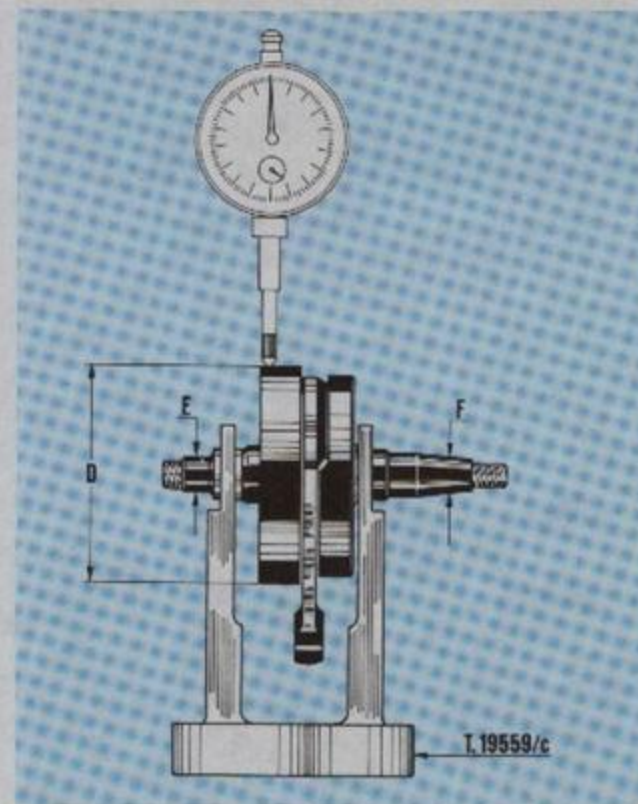

Fig. 77
**Fig. 77. Control alineación cigüeñal:** Con oportuno utillaje (ver fig.) controlar que las excentricidades de las superficies de los  $\varnothing$  «E» y «F» estén comprendidas entre 0,03 mm. (límite máximo de la lectura sobre el reloj comparador); controlar también la excentricidad del  $\varnothing$  «D»; se admite una lectura máxima de 0,02 mm.